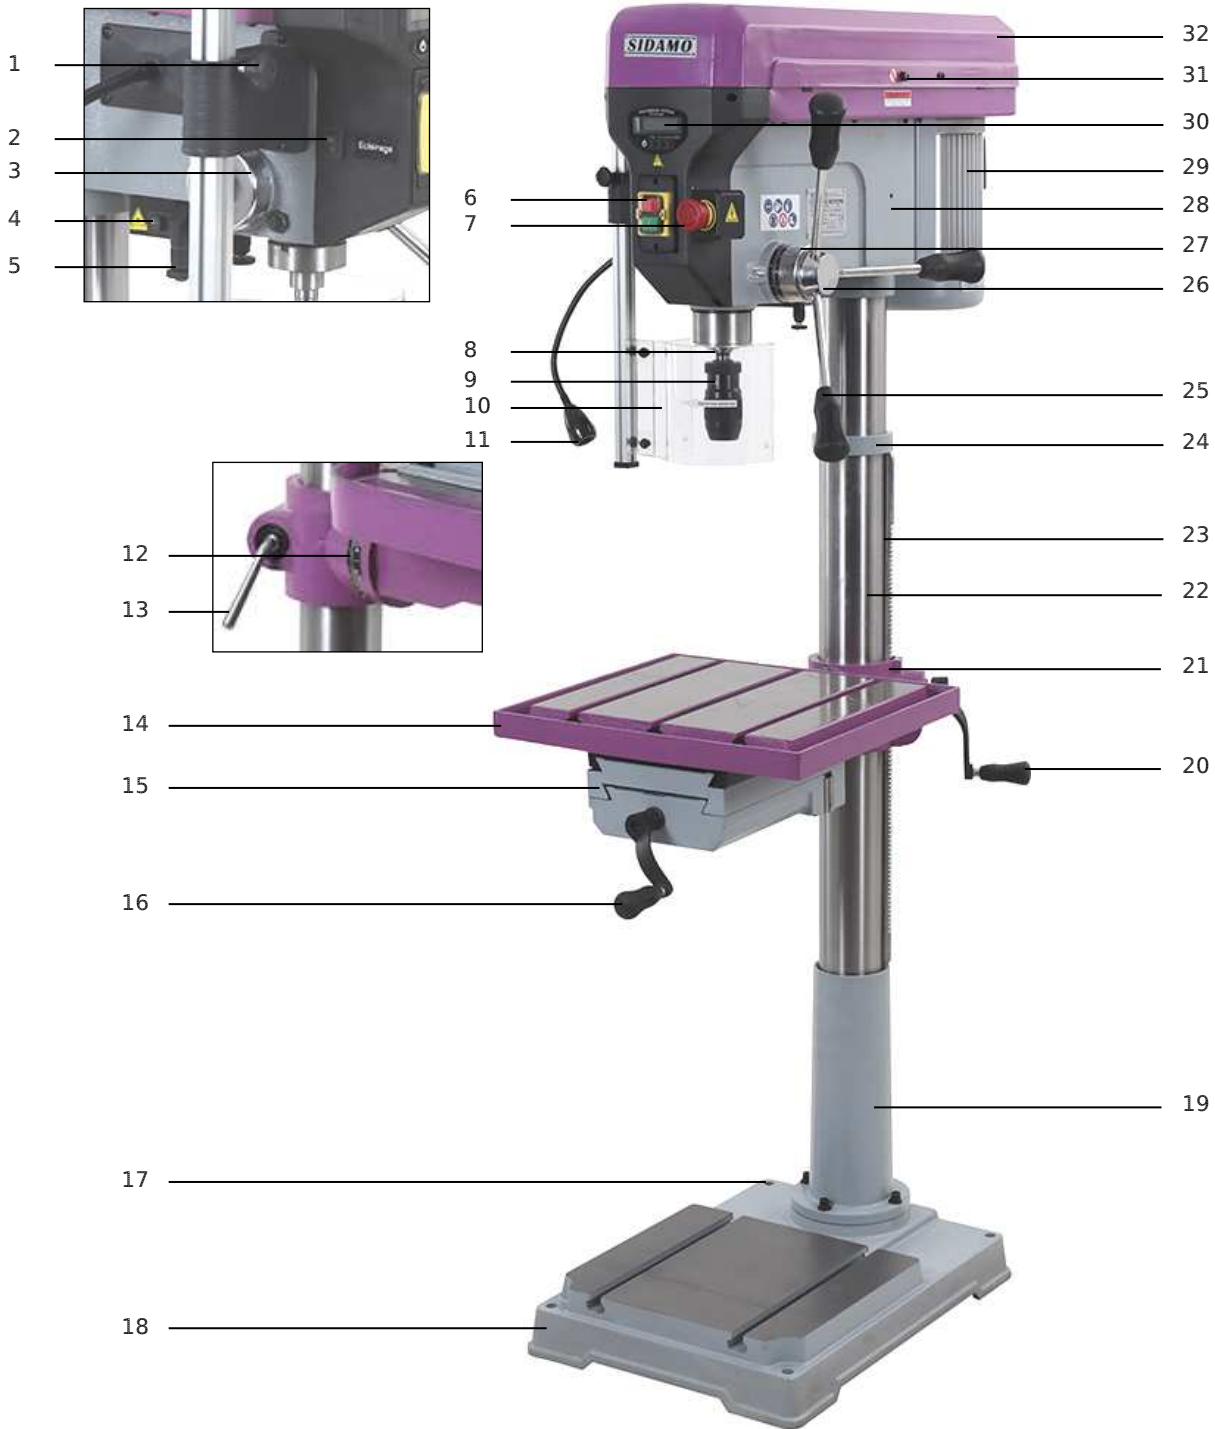

Figure 1
4. Retirer la crémaillère (B) de la colonne.
5. Insérer la poignée de blocage collier support de table-étau (13 fig.1).
- 12. Serrer la poignée de blocage du collier support de table-étau (13 fig.1).
Prévoir des trous de fixation en correspondance des points de fixation de scellement base (17 fig.1) et procéder à la fixation. Fixer la machine au moyen de rondelles, d'écrous et de boulons de fixation appropriés.